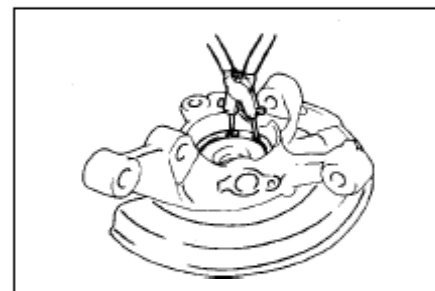

Рис. 154
11. Снимите пружинное стопорное кольцо ступицы левой передней оси с помощью инструмента для снятия стопорных колец(рис. 154).